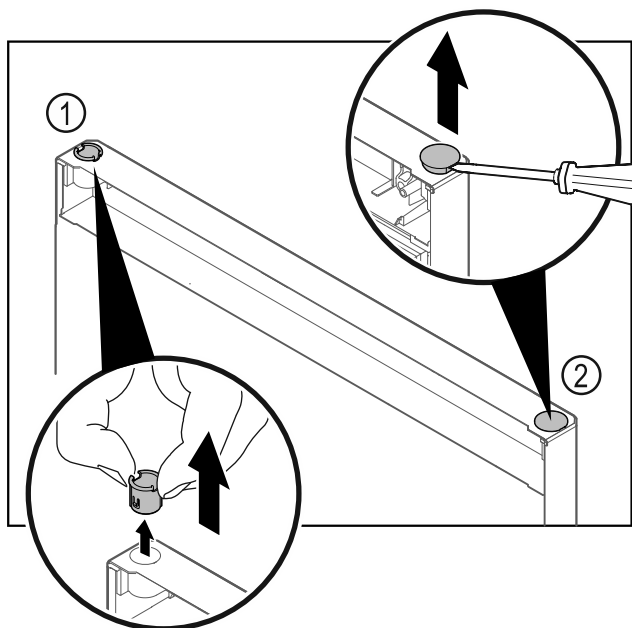

Fig. 31
- Retirer la bague Fig. 31 (1) avec les doigts.
- Soulever délicatement le bouchon Fig. 31 (2) avec un tournevis plat et le retirer.